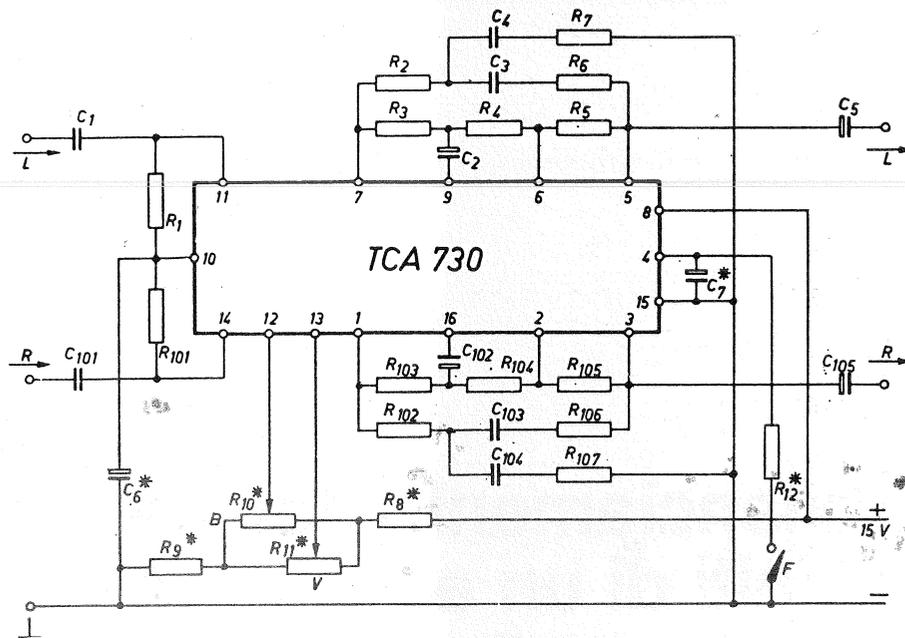

Fig. 1 - Esempio di impiego del circuito integrato TCA 730 per la regolazione del volume e del bilanciamento. Componenti impiegati:
Il circuito integrato TCA 730 serve a realizzare la regolazione del volume e del bilanciamento di un amplificatore stereofonico. I collegamenti da effettuare sono riportati in fig. 1. A sinistra abbiamo l'ingresso dei due canali rispettivamente sinistro (L) e destro (R); a destra, abbiamo la loro uscita. Appare subito evidente che il dimensionamento e il collegamento dei componenti esterni del circuito integrato sono per gran parte simmetrici. Per esempio, al di sotto del
Quando l'interruttore F di fig. 1 è aperto, la regolazione del volume ha un andamento *lineare*. Abbassando il volume, le frequenze basse e medie vengono attenuate nella medesima misura; il nostro orecchio però ha un comportamento tale che noi abbiamo l'im-
Questo integrato deve essere alimentato con una tensione di 15 V come appunto indicato in fig. 1. Questa tensione deve essere stabilizzata il più possibile.